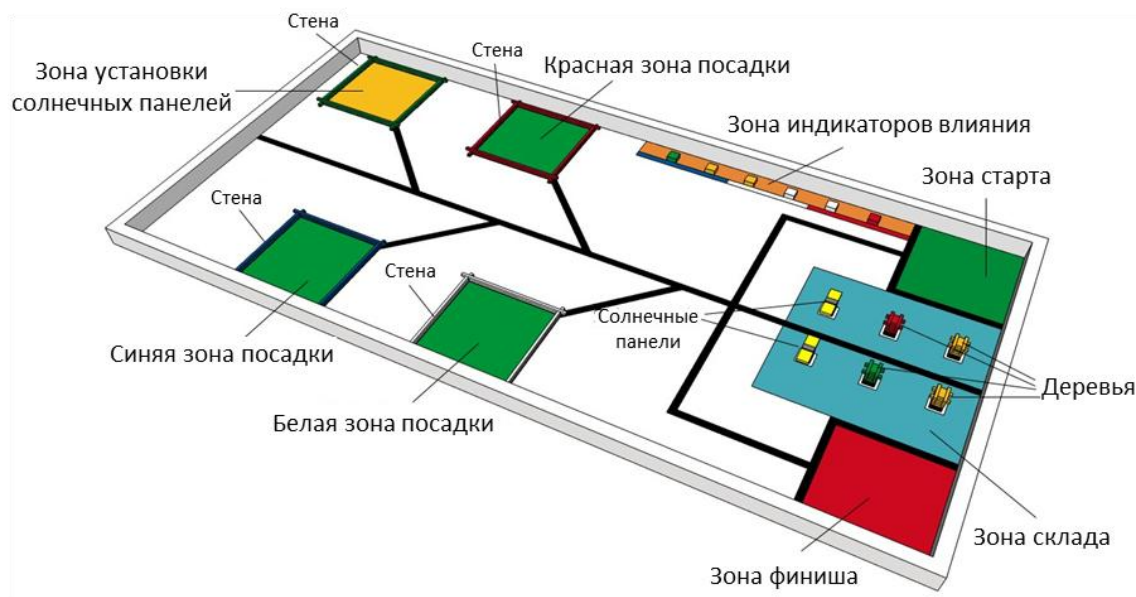

Рис. 1. Схема полигона
- 1.2 Робот стартует, находясь внутри Зоны старта (зеленый квадрат рядом с Зоной склада) (Рис. 1). **Первой задачей робота** является установка двух солнечных панелей в Зоне установки солнечных панелей (желтый квадрат). **Вторая задача робота** – перенести 4 дерева из Зоны склада в три зеленые Зоны посадки. Каждая зеленая Зона посадки окружена стеной разного цвета: красный, белый и синий. Положение красной, белой и синей Зон посадки показано номерами 1, 2 и 3 на рисунке 2. Согласно **третьей задаче**, робот должен перенести цветные Индикаторы влияния в Зону финиша и остановиться полностью внутри Зоны финиша.